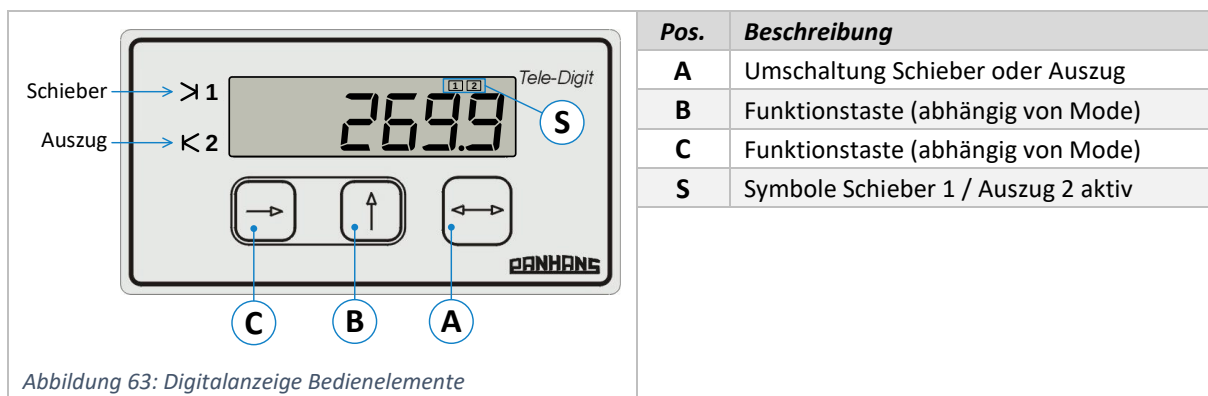

Abbildung 63: Digitalanzeige Bedienelemente
- Mit der Taste A (siehe ⇒ Abbildung 63) den „Schieber“ anwählen:
- Mit der Taste **A** (siehe ⇨ Abbildung 63) den „**Auszug**“ anwählen: